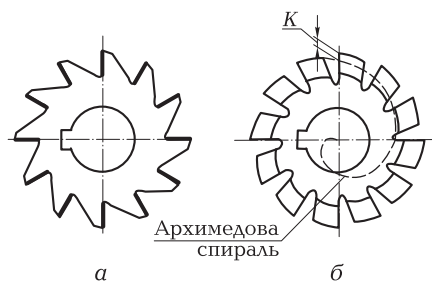

Рис. 1.4. Виды фрез в зависимости от формы зубьев:
25. На какие виды подразделяют фрезы в зависимости от поверхности, по которой производится заточивание зуба фрезы? Укажите названия фрез, изображенных на рис. 1.4: